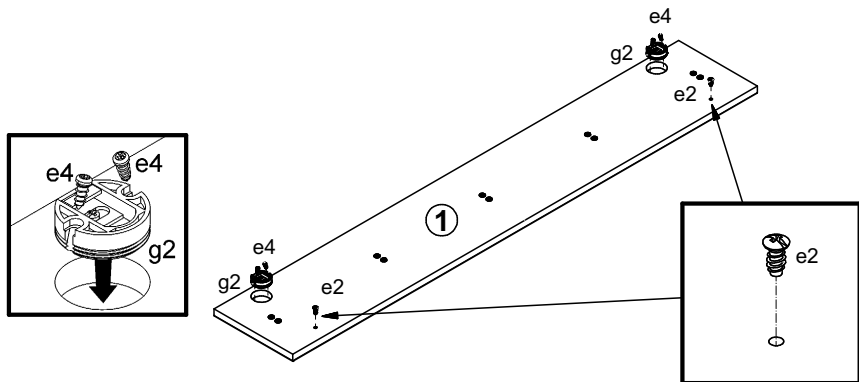

Рисунок 1
2. В отверстия  $\varnothing 35$  мм на задней поверхности детали 1 вбить кронштейны для навешивания **g2** и закрепить еврошурупами **e4** (см.рис. 1).
3. В отверстия  $\varnothing 5$  мм на задней поверхности детали 1 вкрутить еврошурупы **e2** (см.рис. 1).